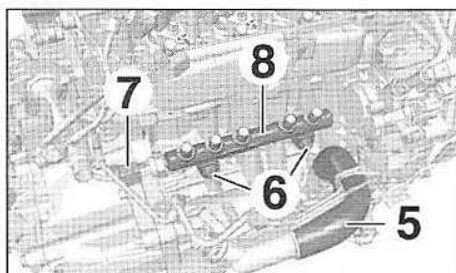

FIG.58
- Déposer les canalisations haute pression (4).
- Débrancher et écarter la durit (5) (Fig.58).
- Déposer les vis (6).
- Débrancher le connecteur (7).
- Déposer la rampe commune haute pression (8).